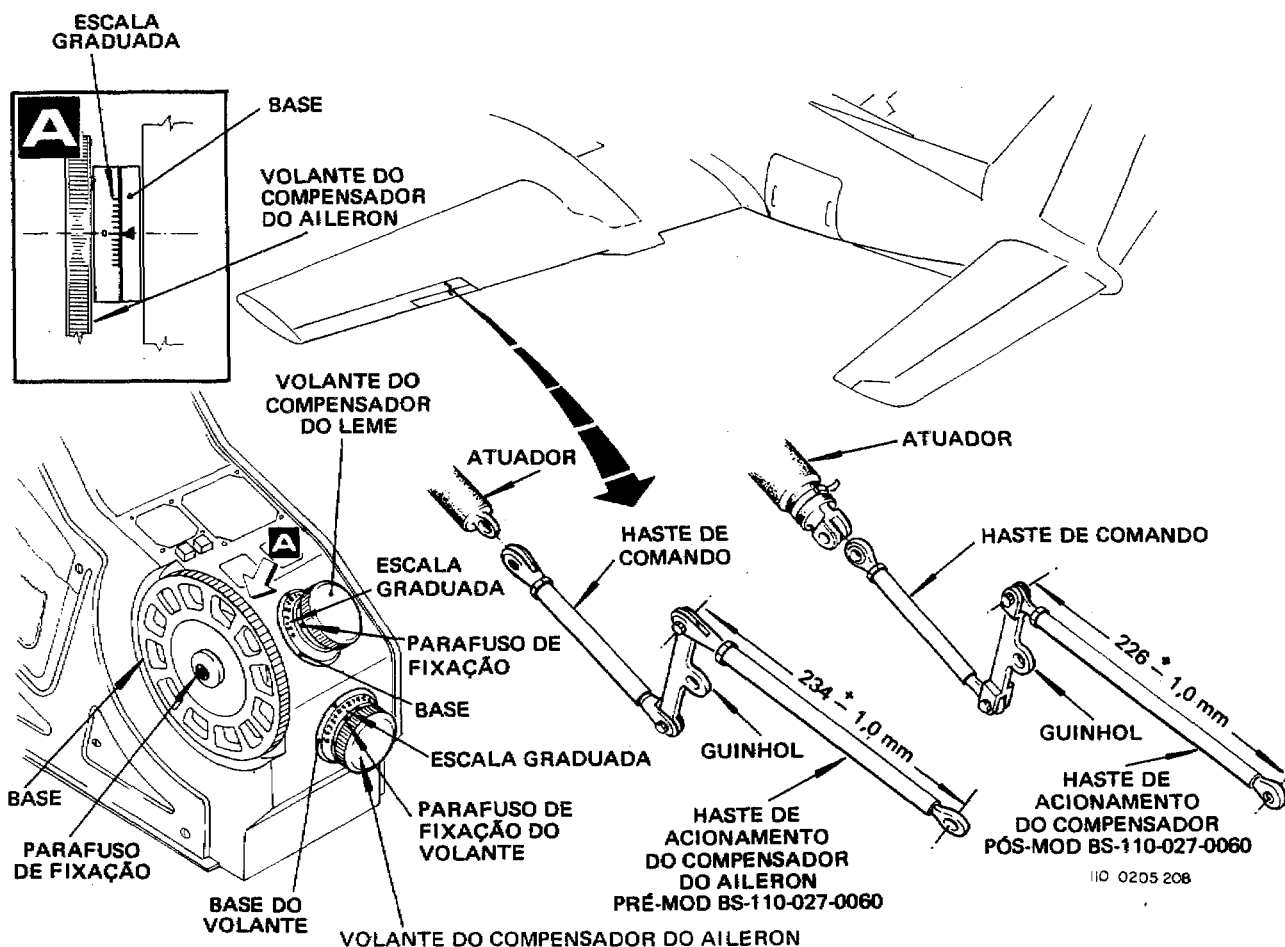

Figura 4-6. Ajustagem da Haste de Acionamento do Compensador do Aileron
13. Caso não seja possível obter os valores previstos no parágrafo 2-2, proceda da seguinte maneira (veja a figura 4-6):
- g. Ajuste o comprimento da haste de acionamento (veja a figura 4-6).
- a. Remova o volante, soltando o parafuso de fixação (veja a figura 4-6).